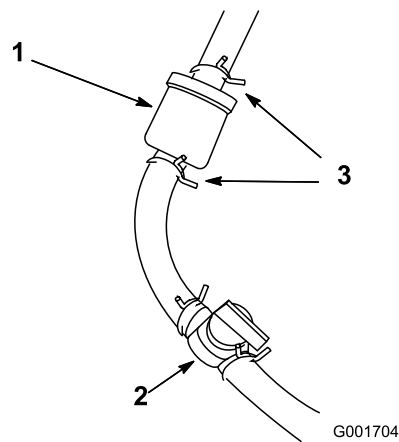

Figura 46
3. Cierre la válvula de cierre de combustible (Figura 46).
4. Afloje la abrazadera que está cerca del filtro de combustible y deslícela por el tubo, alejándola del filtro (Figura 46).
5. Retire el tubo de combustible del filtro (Figura 46). Abra la válvula de cierre del combustible y deje que la gasolina se drene en un recipiente.
6. Instale el tubo de combustible en el filtro de combustible. Acerque la abrazadera al filtro de combustible para fijar el tubo de combustible (Figura 46).